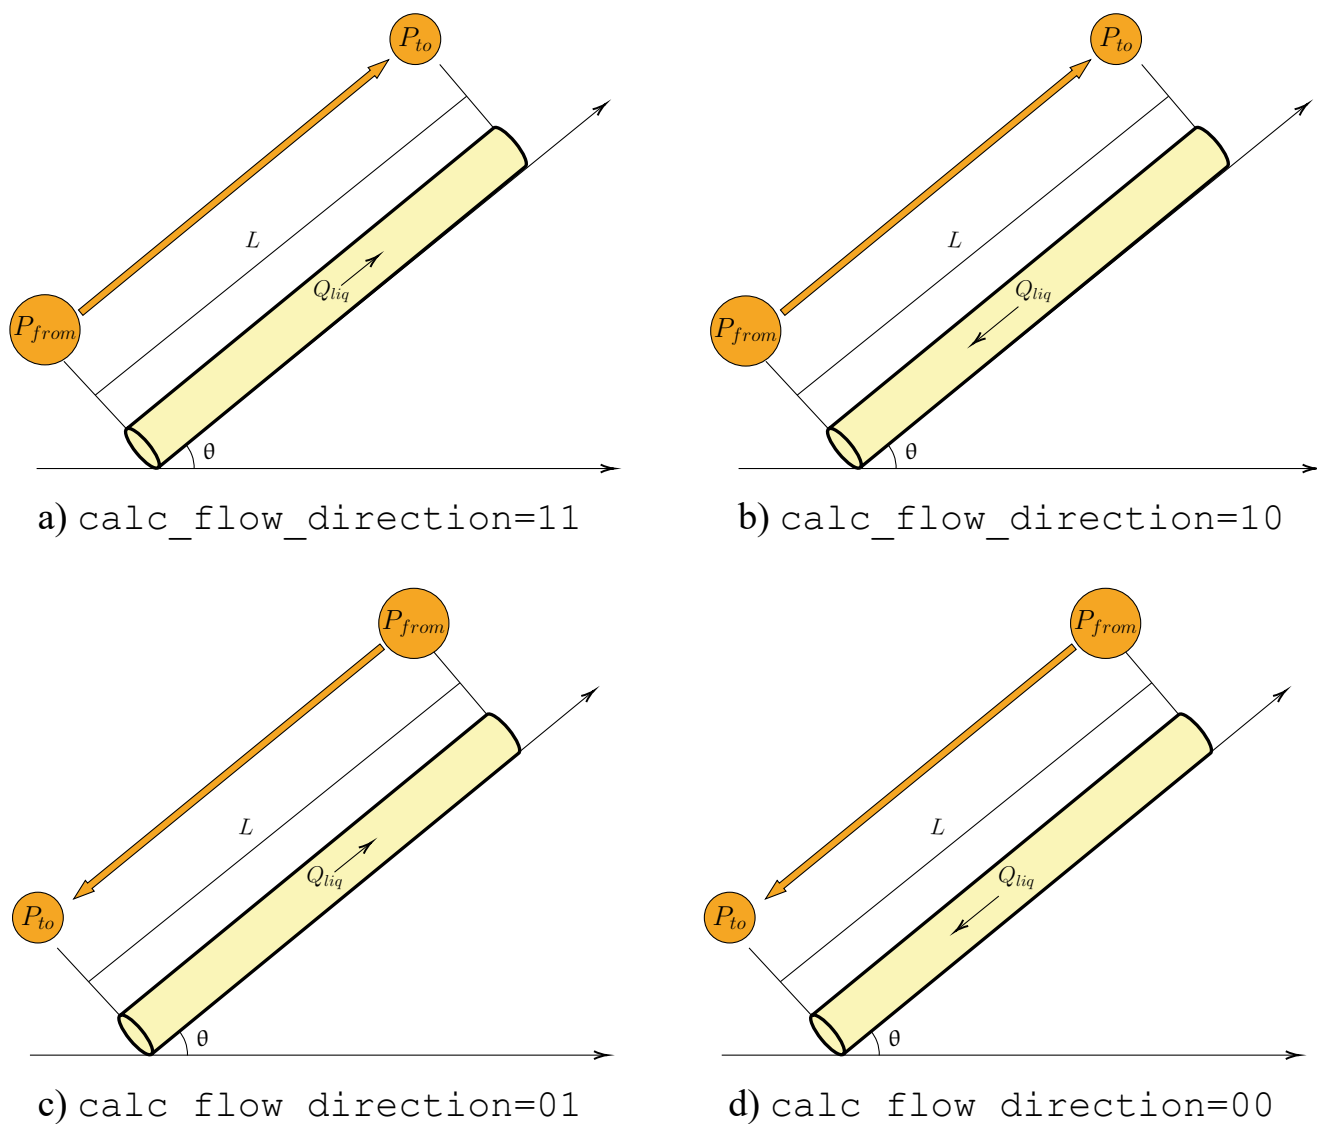

Рис. 2.7 — Схема расчета распределения давления против потока
Возможны следующие варианты задания параметра расчета, смотри рисунок 2.7.
1. `calc_flow_direction=11` расчет идет в направлении роста координаты, и поток идет в том же направлении, смотри рисунок 2.7 а).
2. `calc_flow_direction=10` расчет идет в направлении роста координаты, а поток идет в противоположном направлении, смотри рисунок 2.7 б).
3. `calc_flow_direction=01` расчет идет в направлении убывания координаты, а поток идет в направлении роста координаты, смотри рисунок 2.7 с).
4. `calc_flow_direction=00` расчет идет в направлении убывания координаты и поток идет в том же направлении, смотри рисунок 2.7 д).